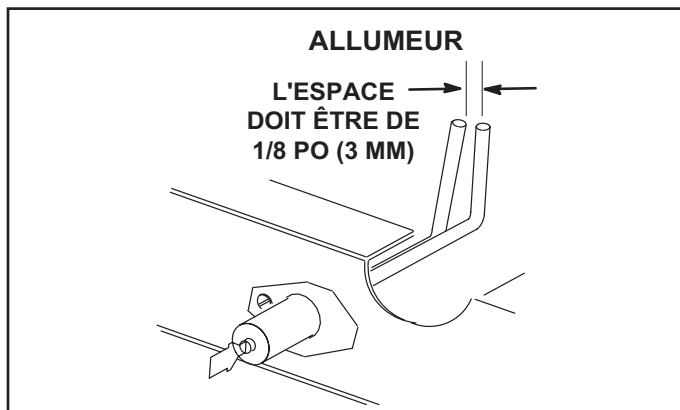

FIGURE 32
- 5 - Localiser l'allumeur sous le brûleur droit. Vérifier l'écartement des contacts à l'aide de mèches hélicoïdales ou de jauges d'épaisseur de la taille appropriée. Voir FIGURE 32.